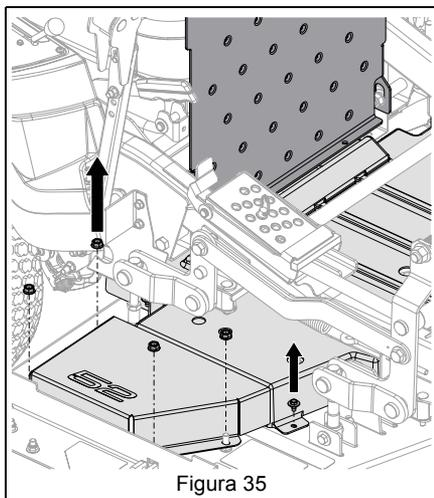

Figura 35
3. Retire los tornillos que sujetan las tapas de la correa a la plataforma y extraiga las tapas de la correa. Consulte Figura 35.